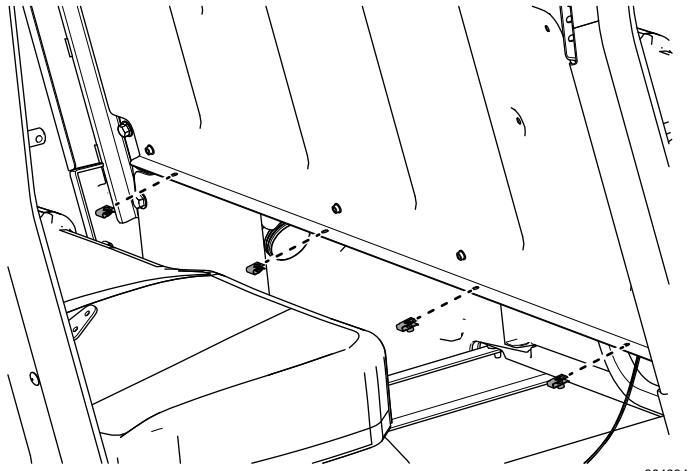

Bild 55
22. Bringen Sie die vier Clips (1/4") an der mittleren Sitzplatte an (Bild 55).